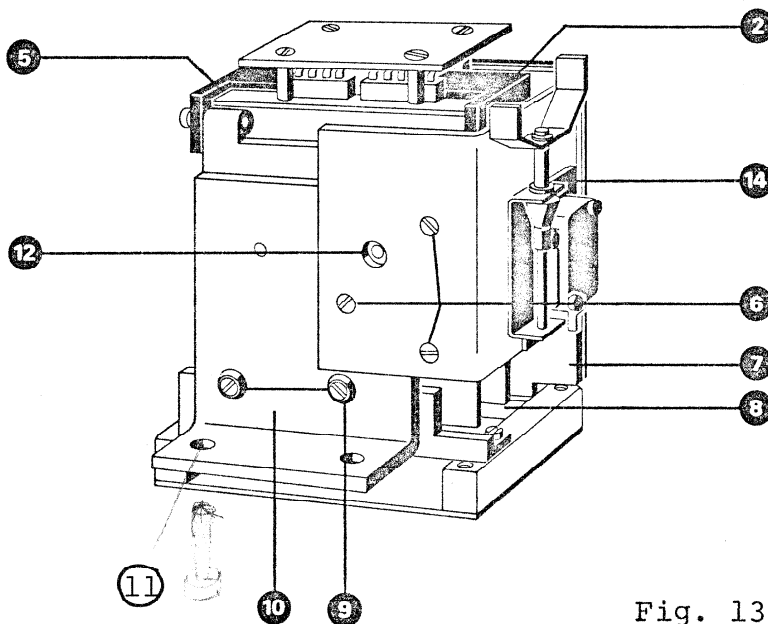

Fig. 13.7.-1
13.7.1. Justierung des Zählers Typ 0 (Fig. 13.7.-1)
- 1 - Nullstellvorrichtung abmontieren, 3 Schrauben ⑥ lösen
- 2 - 2 Schrauben ⑨ lösen, Display-Steckkarte ⑤ mit Leuchtanzeige und Winkel ⑩ von Steckerleiste ② abziehen
- 3 - Winkel ⑩ mit Display-Steckkarte ⑤ und Leuchtanzeige in das Laufwerk montieren (Distanzplättchen 1.228.205-07 einlegen), 2 Schrauben ⑪ unten anziehen
- 4 - Höhe der Leuchtanzeige justieren, 2 Schrauben ⑫ regulieren
- 5 - Winkel ⑩ mit Display-Steckkarte ⑤ und Leuchtanzeige wieder demontieren, 2 Schrauben ⑪ unten lösen (siehe Seite)
- 6 - Zähler-Steckkarte ⑦ aus Steckerleiste ③ ziehen und auf Display-Steckkarte ⑤ mit Steckerleiste ② zusammenstecken
- 7 - Ganze Kombination (Winkel ⑩, Display-Steckkarte ⑤, Zähler-Steckkarte ⑦) auf Steckerleiste ⑧ stecken, 2 Schrauben ⑨ anziehen
- Sollte sich die gedrückte Nulltaste im Drucktastenaggregat verklemmen, ist zu kontrollieren, ob die Platte ⑭ mit Nullstelltaste und Mikroschalter in der obersten Lage fixiert ist